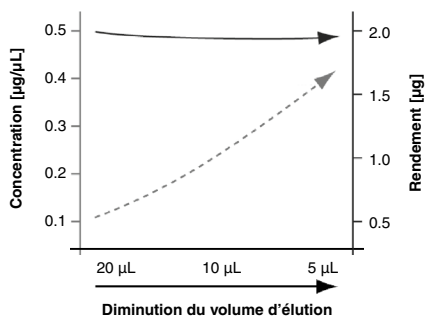

Figure 2 Corrélation entre le volume d'élution et la concentration d'ADN (Colonnes NucleoSpin® Tissue XS)
- d) L'incubation de l'ADN élué à des températures supérieures peut être ajustée selon les données présentées dans la figure 2. Les durées et les températures d'incubation indiquées permettent de réduire un volume d'élution de 20 μL à environ 12–14 μL et d'éliminer efficacement les traces d'éthanol comme décrit ci-dessus.